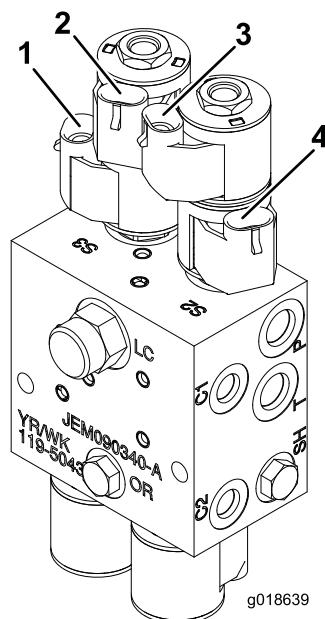

Figura 22
- Collegate i connettori di sollevamento e abbassamento barra sinistra sul cablaggio cavi alle valvole solenoidi sul blocco idraulico (Figura 22).